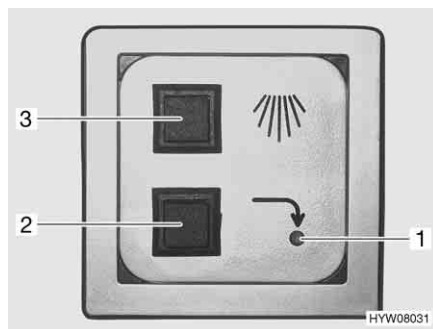

Fig. 218 Centralina di controllo per toilette
- Premere tasto "risciacquo" (Fig. 218,3) finché il bacino di raccolta si riempie d'acqua fino alla marcatura.
- Premere tasto "rilascia" (Fig. 218,2) finché il bacino di raccolta della toilette è vuoto. Durante lo scarico viene emesso un breve segnale acustico.
Quando il serbatoio fecale è pieno, la spia di controllo (Fig. 218,1) rossa si accende.